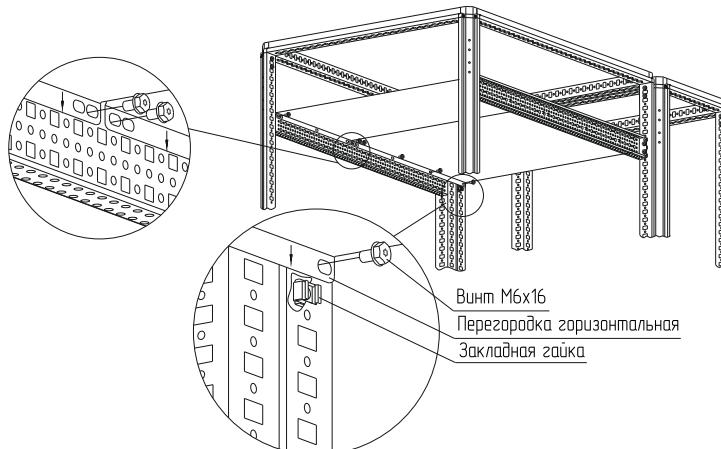

Рисунок 59
– вариант 2. Для этого установите рейки монтажные тип В на нужной высоте, установите закладные гайки в квадратные отверстия реек в места, соответствующие высоте и отверстиям перегородки, закрепите винтами M6×12 и шайбой (рисунок 59). Момент затяжки – 7 Н·м. Рейки и набор крепёжка в комплект не входят;